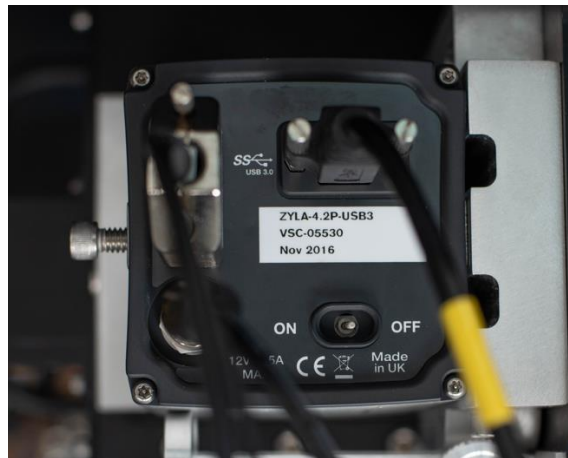

Figura 10. Parte posterior de las cámaras Andor ZYLA.
- 4) Encender cada cámara usando su interruptor posterior (ver figura 10)